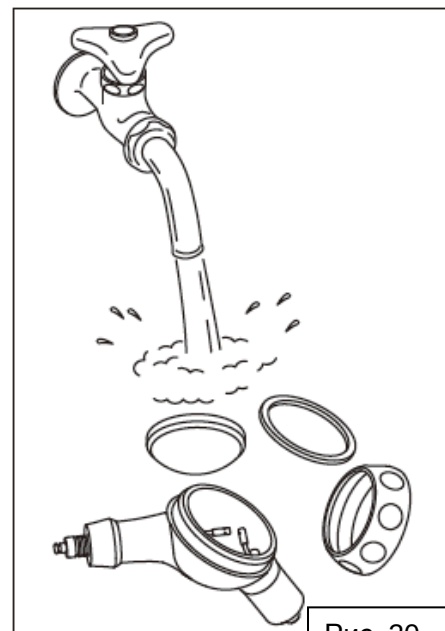

Рис. 20
3) Wash away the Perio Mate Powder adhering to the inside of the Powder Case/Powder Case Cap under running water (Fig. 20).
3)Вымойте остатки порошка Perio Mate Powder, прилипшие к внутренней части резервуара/крышки, проточной водой (Рис. 20).